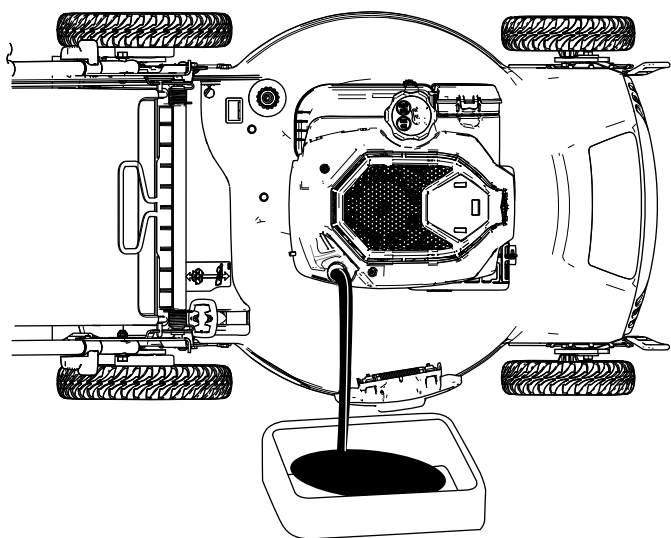

Figura 27
4. Incline o cortador para o lado (de forma a que o filtro de ar fique voltado para cima) para drenar o óleo utilizado para fora do tubo de enchimento do óleo (Figura 27).